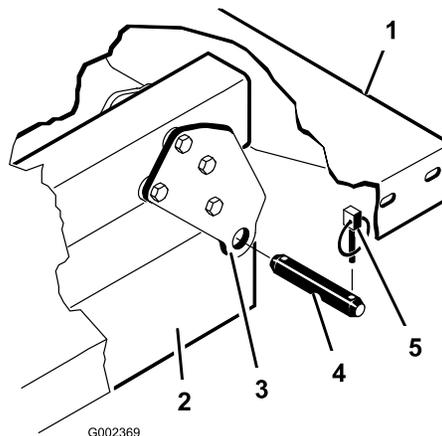

Figura 35
3. Retire os pinos de forquilha que prendem as extremidades da haste do cilindro nas placas de montagem da caixa empurrando os pinos para dentro (Figura 35).
4. Retire os pinos de sujeição e os pinos de forquilha que prendem os apoios da articulação nos canais da estrutura (Figura 35).
Nota: Verifique se as placas de articulação posteriores estão presas ao canal/estrutura do engate de forma a que os ângulos das extremidades inferiores fiquem alinhados com a parte traseira (Figura 35).
2. Coloque a plataforma com cuidado no chassis, alinhando os orifícios posteriores da placa de articulação da plataforma com os orifícios do chassis traseiro e coloque (2) pinos de segurança e pinos de sujeição (Figura 35).
3. Depois de baixar a plataforma, fixe as extremidades da haste do cilindro às respectivas ranhuras nas chapas de montagem da plataforma com um passador de forquilha e um pino de sujeição. Introduza o passador de forquilha na parte exterior da plataforma com o pino de sujeição virado para fora (Figura 35). As ranhuras posteriores são utilizadas na instalação da plataforma completa e as ranhuras frontais para a instalação da plataforma 2/3.